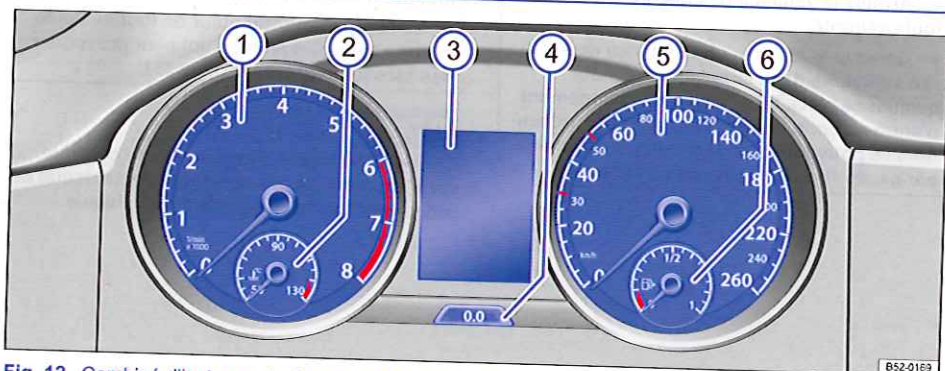

Fig. 12 Combiné d'instruments dans le tableau de bord.
Explications relatives aux cadrams ⇒ fig. 12 :
Suivant l'équipement du véhicule, différentes informations peuvent apparaître sur l'afficheur du combiné d'instruments ⇒ **fig. 12 ③** :